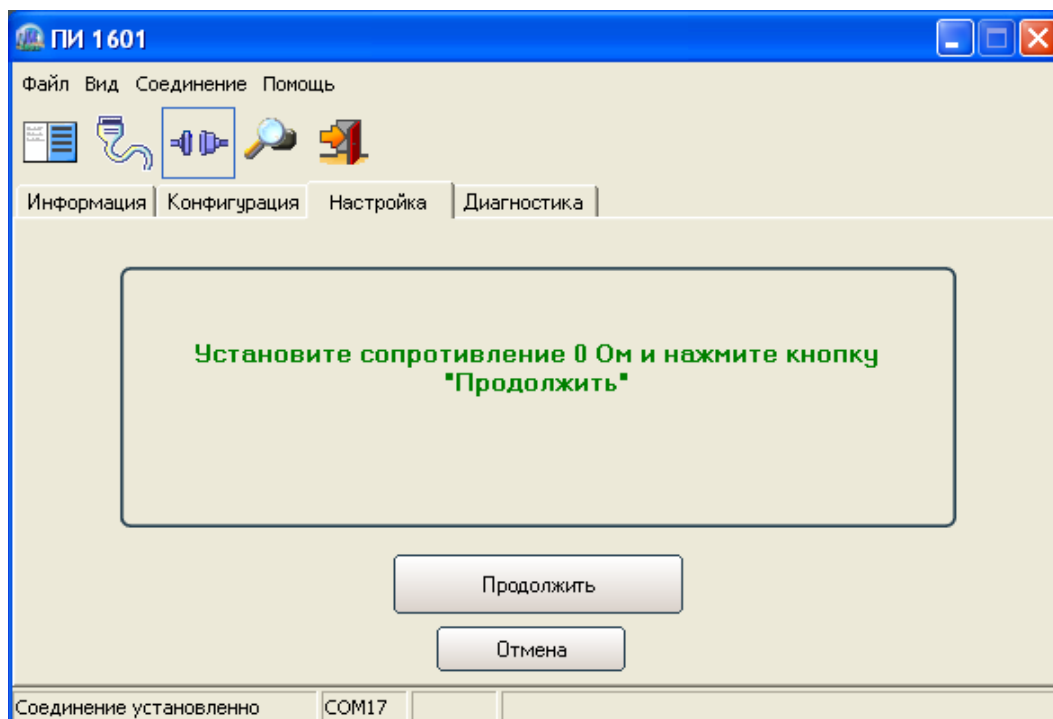

Рисунок 6 - Вкладка «Настройка»
1.8.3 Для настройки преобразователя необходимо последовательно выполнить указания, отображаемые в окне СПО (см. рисунок 6). По завершению настройки калибровочные коэффициенты сохраняются во внутренней энергонезависимой памяти преобразователя